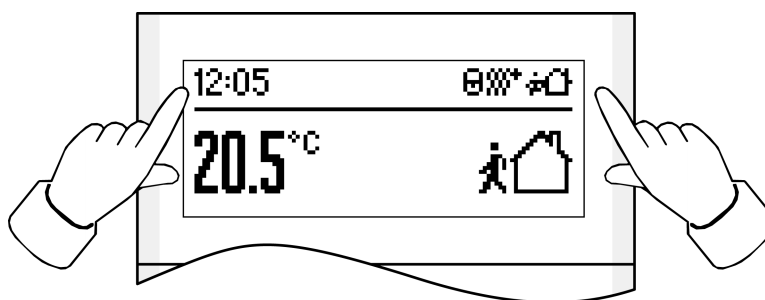

рисунок 2
- Одновременно нажмите обе кнопки рядом с индикатором (см. рисунок 2).